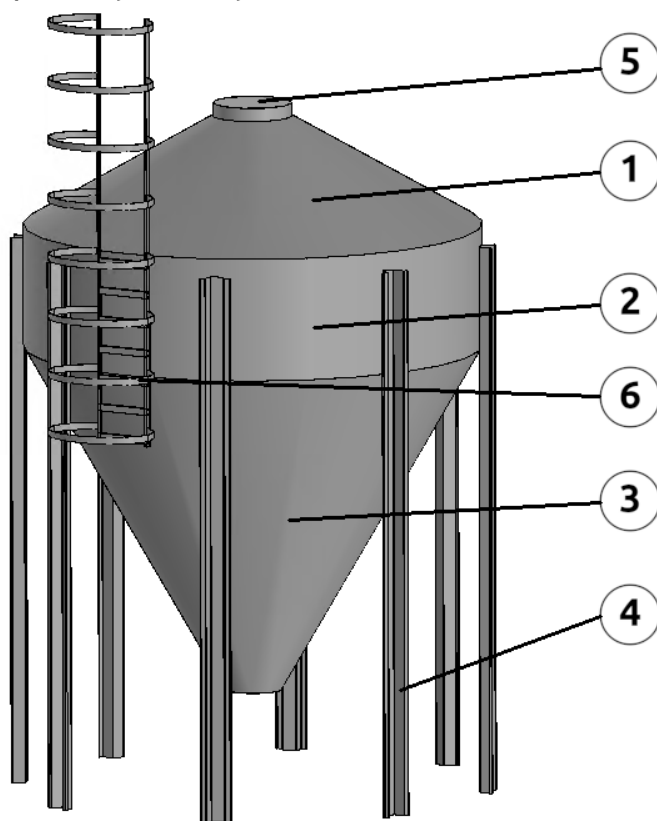

Рисунок 3.1
Основными элементами бункера (рис. 3.1) являются емкость и опорные стойки (ноги). Емкость, в свою очередь, разделяется на верхний конус (крыша) (1), цилиндрическую часть (2) и нижний конус (воронку) (3). Все элементы емкости изготавливаются из металлических листов (фрагментов), форма которых соответствует каждой ее части. Количество и толщина фрагментов каждой части зависит от объемного параметра бункера. Обязательное оцинкование всех деталей бункера предотвращает их коррозию и гарантирует долгий срок службы. Во все стыки фрагментов укладывается ленточный уплотнитель, что предотвращает попадание влаги внутрь емкости. Также бункер комплектуется лестницей с ограждением для удобства его обслуживания (6). Дополнительно бункеры могут быть укомплектованы системой взвешивания.